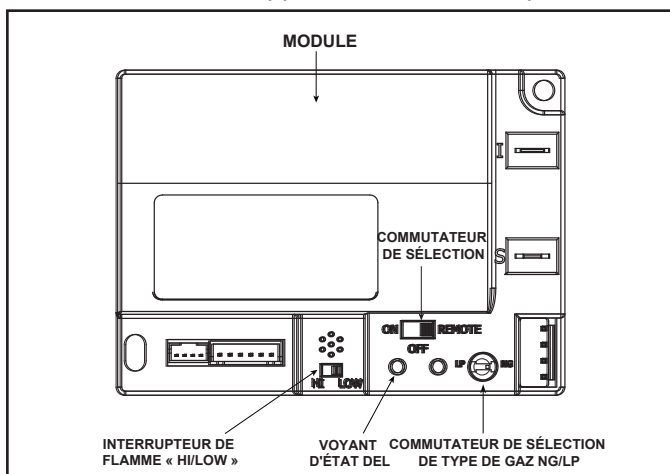

Figure 3.4. – Module de commande
1. Le module de commande est équipé d'un commutateur de sélection ON/OFF/REMOTE (marche/arrêt/télécommande) qui doit être réglé. Voir la figure 3.4.
2. Si un interrupteur mural câblé est utilisé quand le mode à « REMOTE » du module est activé, la hauteur des flammes peut être réglée au moyen du commutateur de sélection « HI/LO » du module. Voir la figure 3.4. Notez que le commutateur de sélection de flamme ÉLEVÉ/BAS est désactivé une fois la télécommande (RC200) programmée pour utiliser le module de commande. Notez que le module de commande allume toujours le foyer à ÉLEVÉ et continue à utiliser ce réglage pendant les 10 premières secondes de fonctionnement. Si le commutateur « HI/LO » est en position « LO », la hauteur de flamme se réglera automatiquement au minimum après 10 secondes. Une fois ces 10 secondes écoulées, la hauteur de la flamme peut être ajustée entre ÉLEVÉ et BAS au moyen du commutateur.
- Localisez le module du commutateur de sélection. Voir la figure 3.4.
- Attendez cinq (5) minutes pour dissiper les gaz.